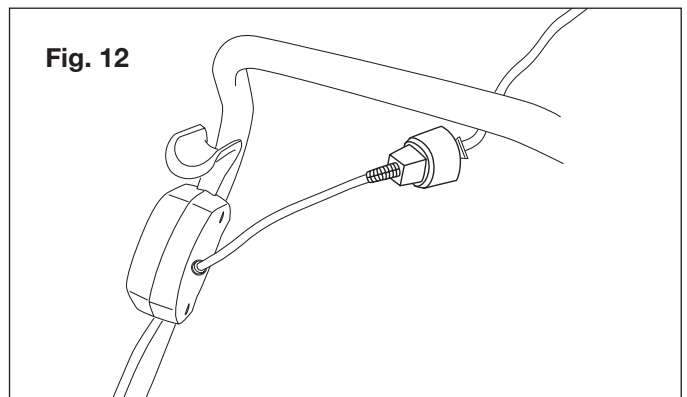

Fig. 12
3. Inserte el extremo hembra del cable de extensión en el conector macho polarizado del artefacto (Fig. 12).